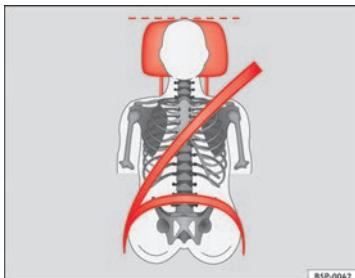

Fig. 12 Banda del cinturón y apoyacabezas ajustados correctamente, visitos de frente
- La banda del hombro debe pasar aproximadamente por el centro del mismo. El cinturón de seguridad debe quedar plano y bien ceñido a la parte superior del cuerpo ⇒ fig. 12.